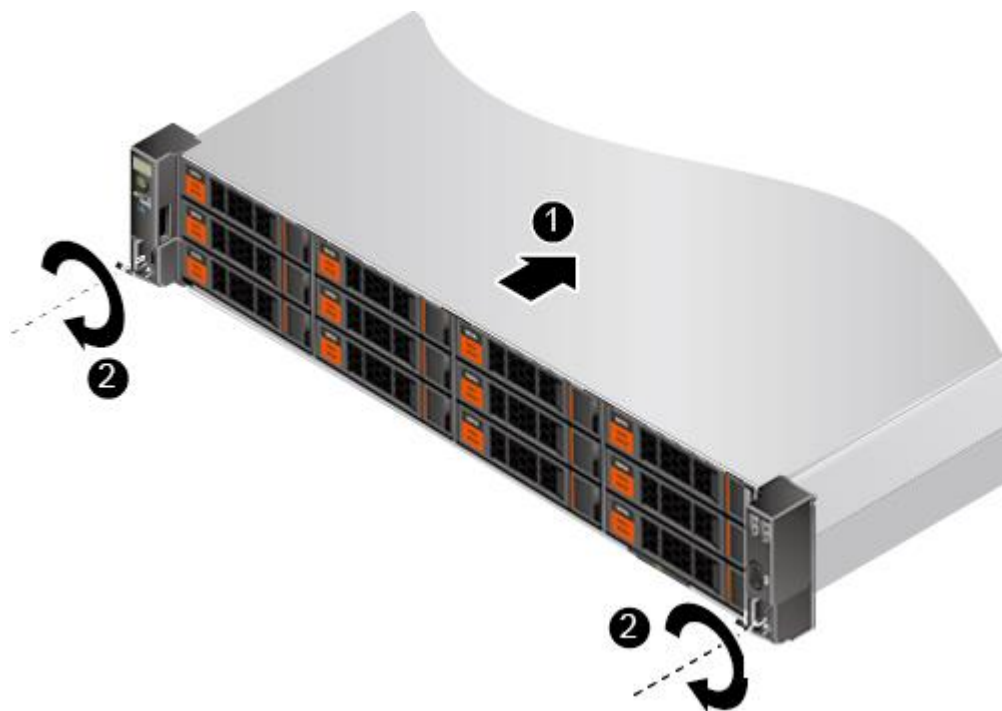

图 4-7 安装服务器
- 2) 如图 4-7 中①所示，将服务器放置在滑道上，推入机柜。
- 3) 如图 4-7 中②所示，将服务器两侧挂耳紧贴方孔条，按顺时针方向拧紧挂耳上的松不脱螺钉，固定服务器。